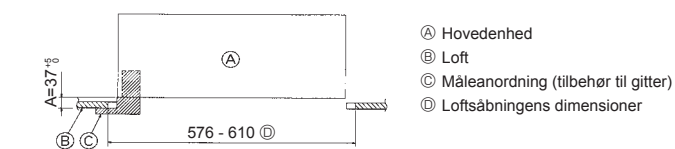

Fig. 2-6
3. Hvis hovedenheden ikke kan justeres i forhold til monteringshullet i loftet, kan den justeres vha. et langhul i monteringspladen. (Fig. 2-6)